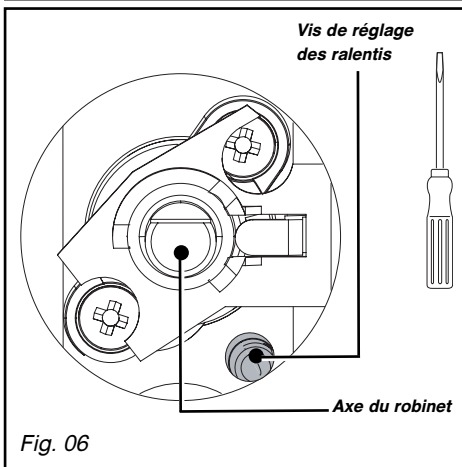

Fig. 06
- Dévissez la vis de réglage des ralentis en laiton (jaune) (Fig. 06), à l'aide d'un petit tournevis plat, de **2 tours dans le sens inverse des aiguilles d'une montre**.